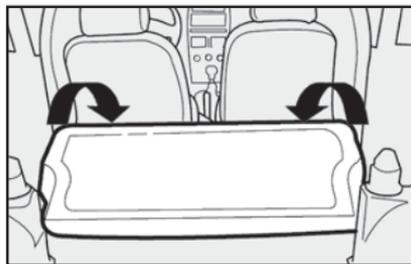

fig. 130
5) Incline hacia adelante el respaldo, haciendo pasar lateralmente los cinturones, hasta apoyarlos sobre el asiento trasero fig. 130.